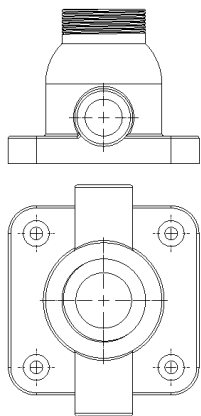

图 12-12 打开工程图文件
(1) 单击常用工具栏中的【打开】按钮，打开一幅工程图文件，如图 12-12 所示。